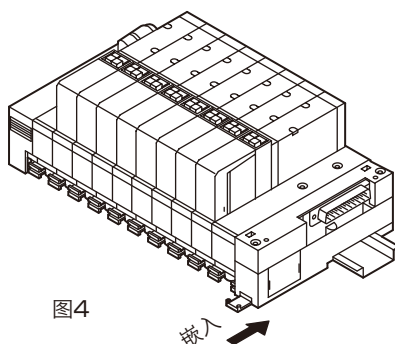

图4
- ①将本体(带板)装入终端模块安装槽, 然后一起固定至安装终端模块的DIN导轨上。
- ②按入模块底部的键以防止从导轨上翘起, 固定至导轨上。(图4)